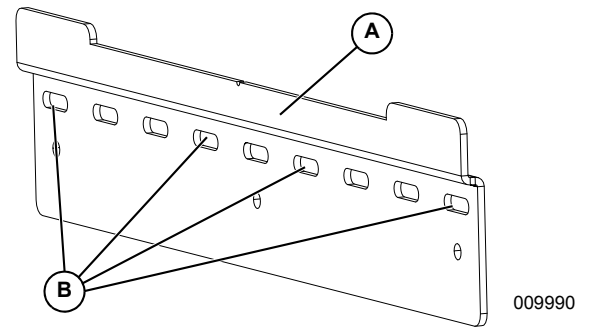

Figure 4-2. Pose du support de montage
- Voir **Figure 4-2**. Attacher le support (A) à la surface de montage. La visserie doit s'engager dans au moins deux montants ou autres éléments de charpente.
**REMARQUE :** Les trous de fixation oblongs (B) sont compatibles avec différents espacements de montants.